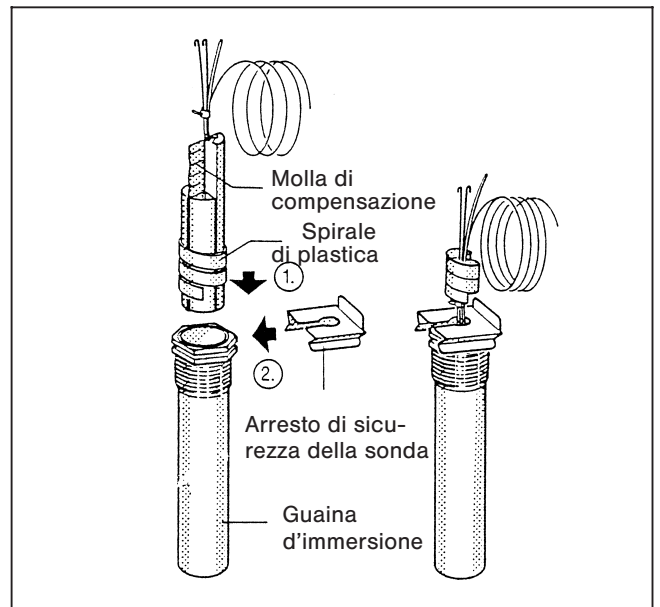

Fig. 8 – figura di principio
- La spirale di plastica – per il fissaggio della sonda – viene spinta automaticamente all'indietro durante l'operazione di inserimento (Fig. 8).
- Per poter garantire il contatto tra la guaina d'immersione e le superfici della sonda e, dunque, garantire una sicura trasmissione della temperatura, è necessario inserire la molla di compensazione tra le sonde (Fig. 8).
- Applicare l'arresto di sicurezza della sonda premendolo sulla testa della guaina d'immersione lateralmente oppure dalla parte superiore (Fig. 8).